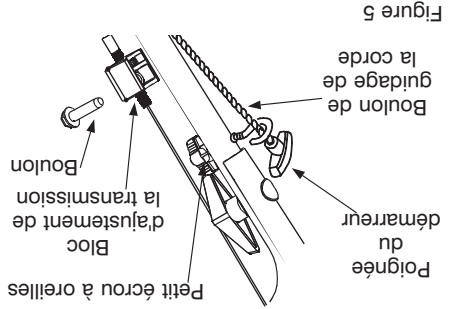

Figure 5
- Voir la Figure 5. Attachez l'ensemble avec l'écrou à oreilles. Intérieur, en utilisant le trou représenté. Démarrateur et dans le côté droit du guidon. Glissez le guide autour de la corde du guide orientée vers l'avant de la tondeuse. façon représentée pour que son ouverture démarreur du moteur. Tenez le guide de la corde du guidon supérieur et tirez sur la corde du guide de commande de la lame contre le trou supérieur du moteur, puis pressez la masse en suivant les instructions de la notice d'utilisation du moteur, puis pressez la
- Maintenez le bloc d'ajustement de la transmission avec le boulon que vous venez d'enlever. Voir la Figure 5.